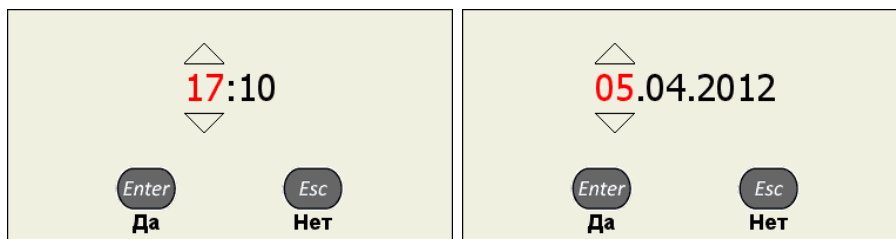

Рисунок 34
- в открывшемся окне редактирования (рисунок 34) клавишами   выбрать разряд для редактирования;